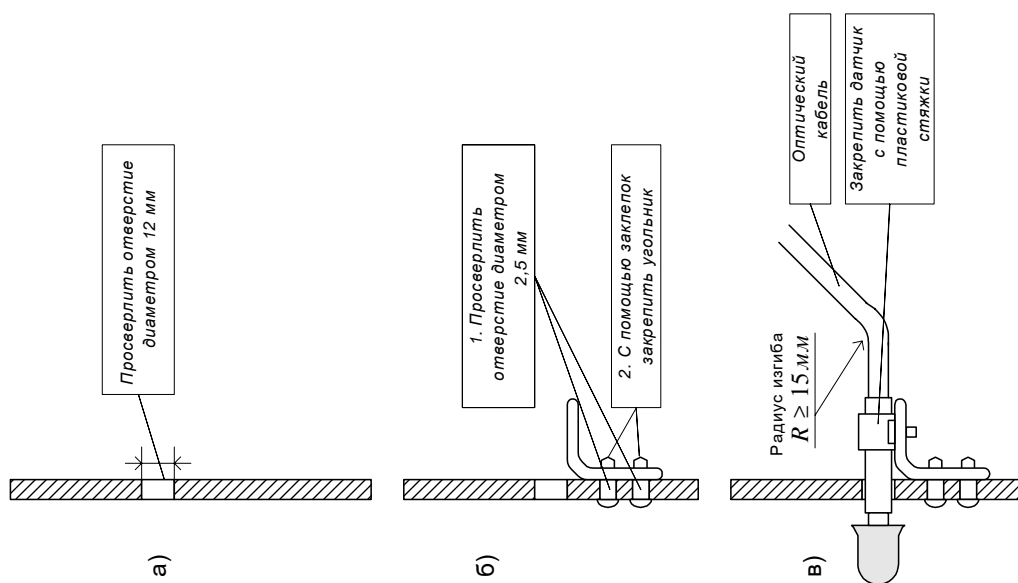

Рис. 2.4. Установка ВОД с внешней стороны отсека
- установка ВОД с внешней стороны защищаемого отсека (рис.2.4);